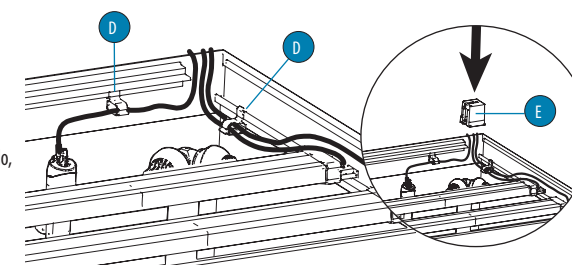

Fig. 10
1. Coloca los ganchos para cables de electricidad (D) donde corresponda; para ello, deslízalas sobre el corredor inferior de ambos rieles (Fig. 10) y saca los cables del acuario.
2. Coloca la guía para cables (E) sobre los bordes a lo largo del cristal del acuario.